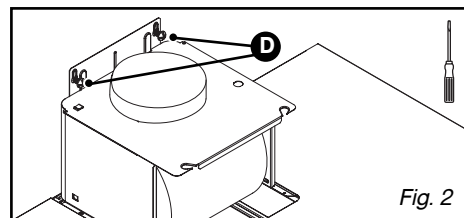

Fig. 2
– Appendere la cappa aspirante alle due viti (fig.2).